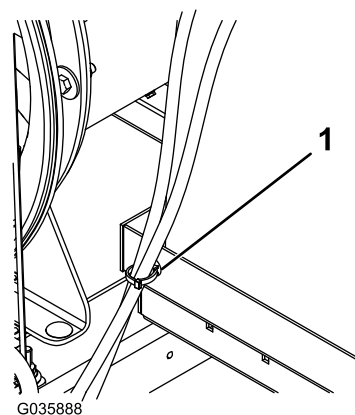

Figura 10
12. Fissate la clip a graffetta sul lato del vassoio del serbatoio del carburante e fissatevi i 2 flessibili del serbatoio del carburante (Figura 10).